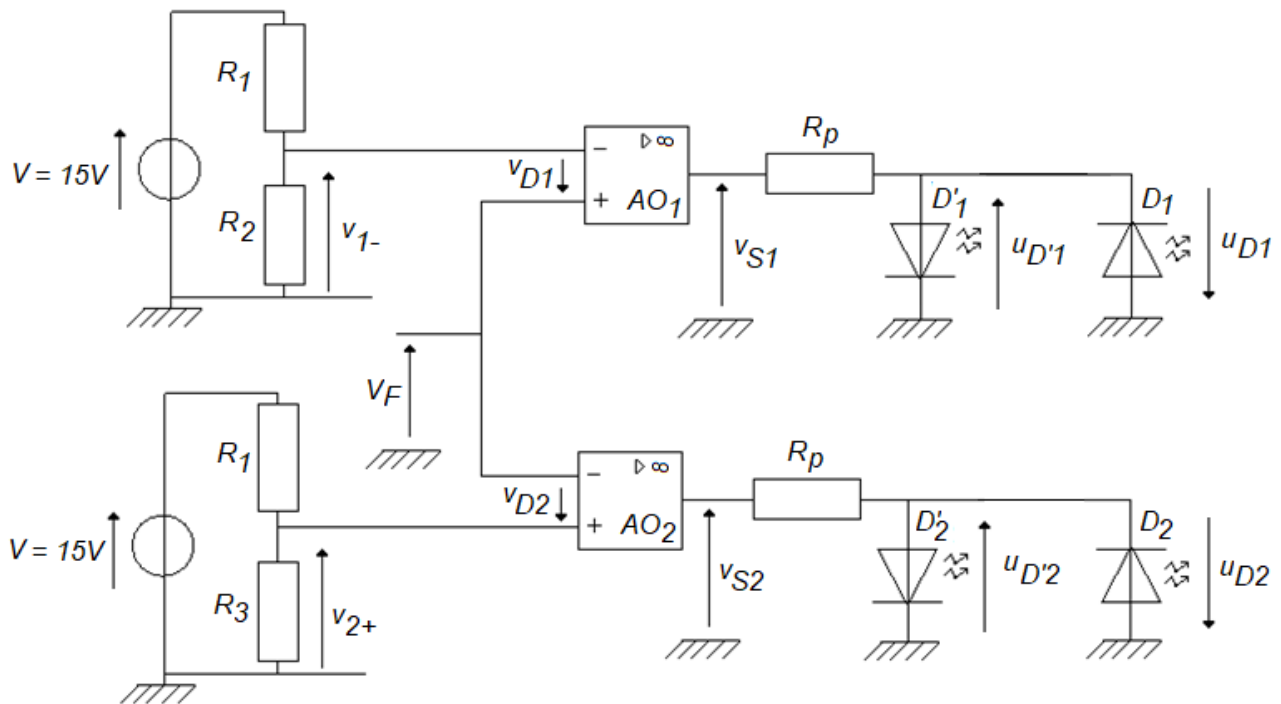

Fig.7 : montage de détection d'anomalies dans le débit d'air du séchoir
3.1.3 Pour détecter une anomalie du débit d'air dans le séchoir, on utilise le montage ci-dessous (fig.7) où les diodes électroluminescentes (DEL) D_1 , D_2 , D'_1 et D'_2 peuvent être allumées deux à deux : D_1 ou D'_1 et D_2 ou D'_2 .
3.1.5 À partir des données relatives au montage de détection des anomalies du débit d'air (fig.7) et en vous appuyant sur son analyse, identifier les DEL qui seront allumées si le débit d'air dans le séchoir vaut $D = 250 \text{ cm}^3 \cdot \text{min}^{-1}$.